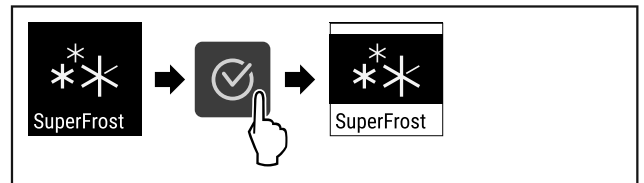

Fig. 65
- ▶ Suorita toimenpidevaiheet (katso Fig. 65) .